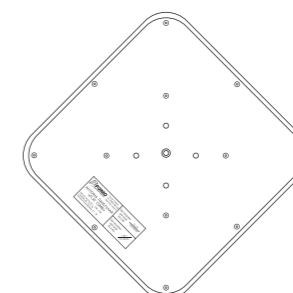

Рисунок 3 – Ориентация антенны
1. Закрепите Г-образную скобу (рис. 2, поз. 4) на корпусе антенны (рис. 2, поз. 1) с помощью входящих в комплект крепежа гаек и шайб. При этом совместите прорези в скобе и крепежные шпильки (рис. 2, поз. 2) таким образом, чтобы метка линии горизонта на наклейке для используемого стандарта связи совпала с фактической линией горизонта (рис. 3).
2. Для работы в сетях 2G/3G/4G и Wi-Fi следует установить X-поляризацию радиоизлучения антенны в 45°к горизонтали (рис. 3).